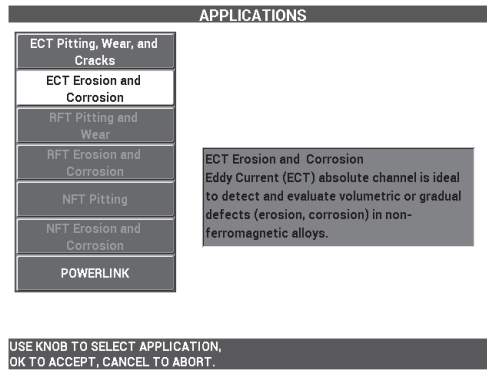

図 5-181 ECT 浸蝕および腐食アプリケーション
2. **続行**（A キーを押す）を選択し、ノブを回して ECT **浸蝕および腐食**を選択してから **✓** を押して確定します（259 ページの図 5-181 参照）。